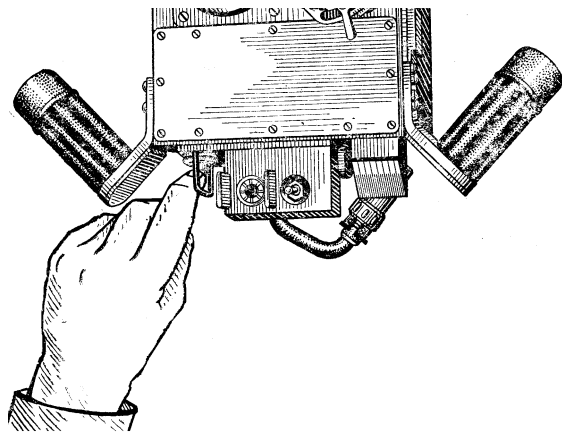

Рис. 53. Ввімкнення живлення приладу ТКН-3Б
- ввімкнути блок живлення приладу ТКН-3Б (рис. 53), для чого пальцями лівої руки перевести вимикач на нижній частині приладу під дужкою в положення «ВКЛ.»;